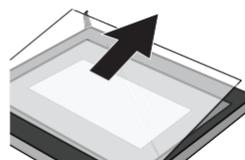

Рисунок 5
5. Продвинуть стекло в положение, указанное стрелкой на рисунке 5. Осторожно извлечь стекло из паза. (Рисунок 5)